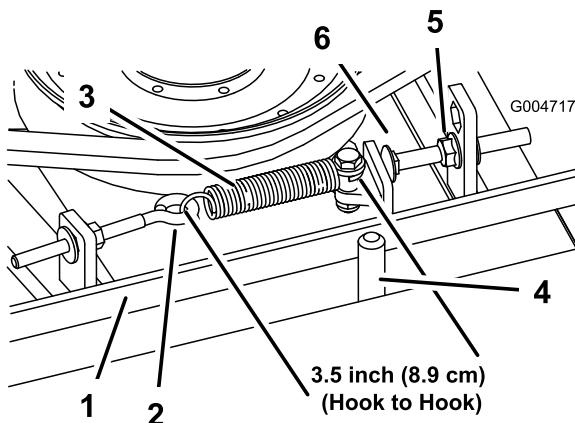

Bild 72
Bei richtiger Spannung sollte die Messung innen an der Verlängerungsfeder (Haken zu Haken) ungefähr $8,3\text{ cm} \pm 9,5\text{ cm}$ betragen. Wenn die Federspannung richtig ist, stellen Sie die Anschlagschraube (Schlossschraube) ein, bis der Abstand zwischen dem Schraubenkopf und dem Spannarm ungefähr 2-55 mm beträgt (Bild 72).
Hinweis: Achten Sie darauf, dass der Riemen auf der Federseite der Riemenführung positioniert ist (Bild 72).
2. Lösen Sie den Augenbolzen, um die Verlängerungsfeder abzunehmen (Bild 72).
3. Lösen Sie die Bundmutter, mit der die Anschlagschraube an der Befestigungsnase befestigt ist, und schieben Sie die Spannscheibe vom Riemen weg, um die Riemenspannung zu lösen (Bild 72).
9. Setzen Sie die Verlängerungsfeder (Bild 72) wieder in den Augenbolzen ein und spannen Sie den Riemen wie folgt: